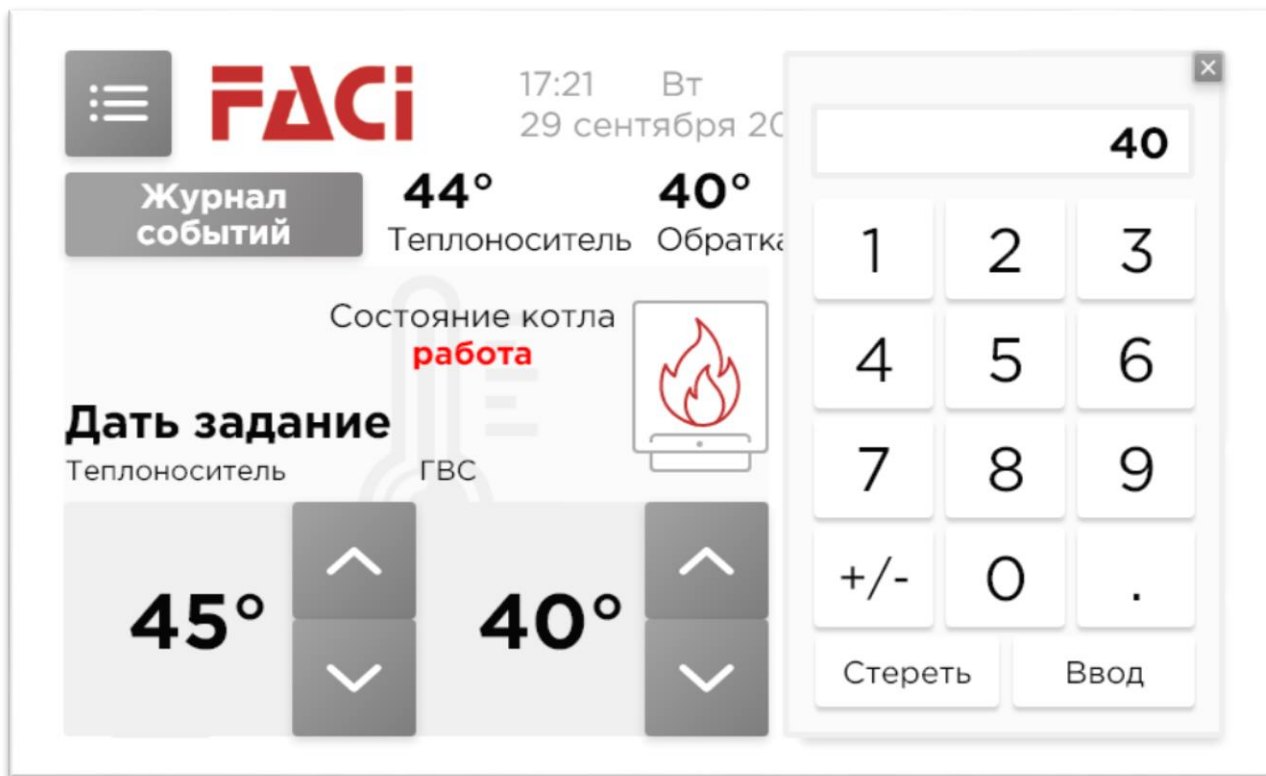

Рис. 34
Для того чтобы задать новое значение необходимо осуществить нажатие на соответствующее серое поле, на появившейся клавиатуре (рис.34) ввести требуемое числовое значение параметра и сохранить его кнопкой .
- Иконка  – становится активной при срабатывании датчика нижнего уровня топлива в бункере; на рис. 34 не показана.